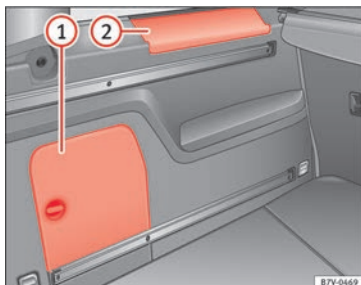

Fig. 112 En el maletero: compartimento portaobjetos lateral.
En el lateral del maletero hay otros compartimentos » fig. 112 ① y ②. Para abrir el compartimento ①, gire el cierre en el sentido de las agujas del reloj. Para abrir el compartimento ②, levante la cubierta. En el compartimento ① puede encontrarse el **cambiador de CD** montado de fábrica. En la cubierta del compartimento ① pueden guardarse de modo seguro las cubiertas de los soportes de la bandeja.